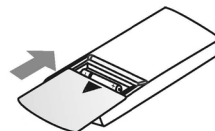

Fig. 3
- Remettez le couvercle dans le compartiment à piles (respectez le sens de la flèche sur la fig.3).